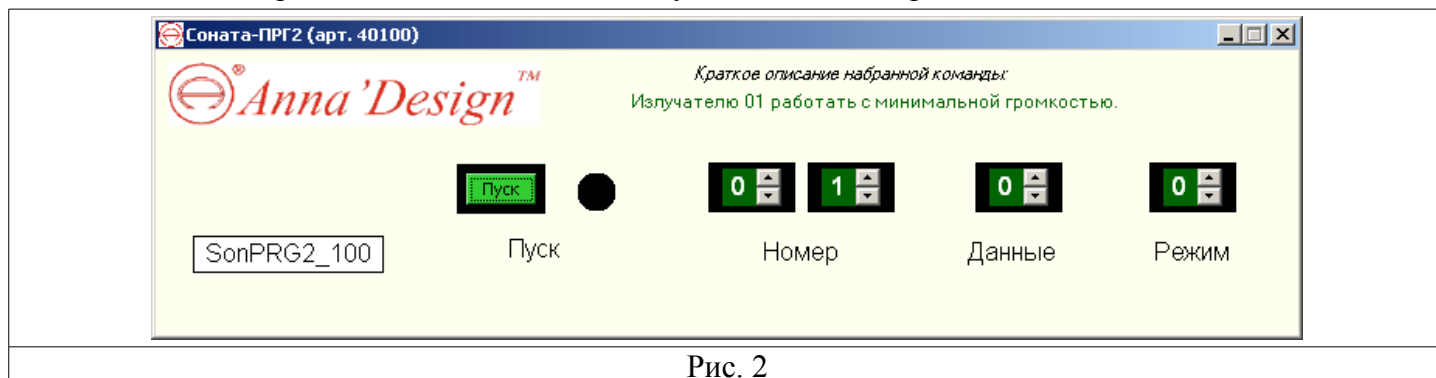
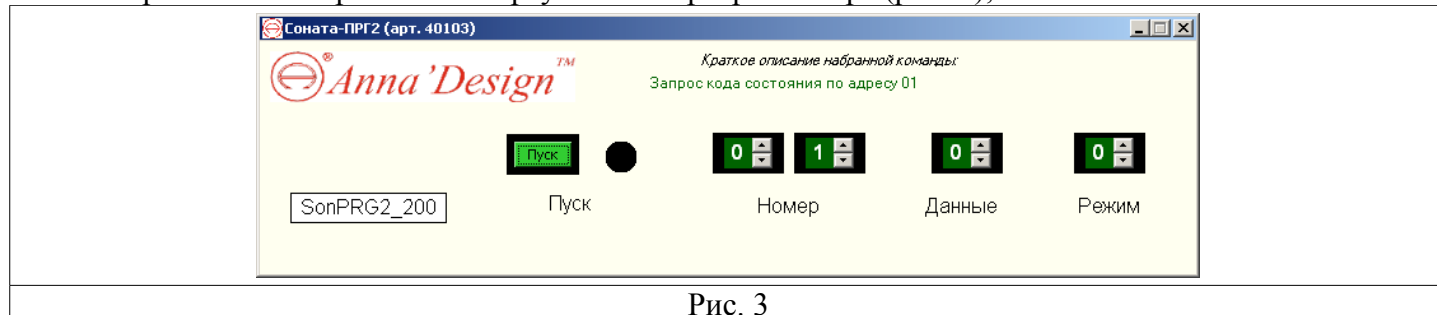

Рис. 2
Рис. 3
При интерфейсе управления ReBus-2 изображение должно соответствовать рис. 2, а при интерфейсе управления ReBus-3 изображение должно соответствовать рис. 3.
- согласно п. 1.3 запустите программу **SonPRG2M**, проконтролируйте появление на экране компьютера окна с изображением виртуального программатора (рис. 2);
- согласно п. 1.3 запустите программу **SonPRG2M**, проконтролируйте появление на экране компьютера окна с изображением виртуального программатора (рис. 3);